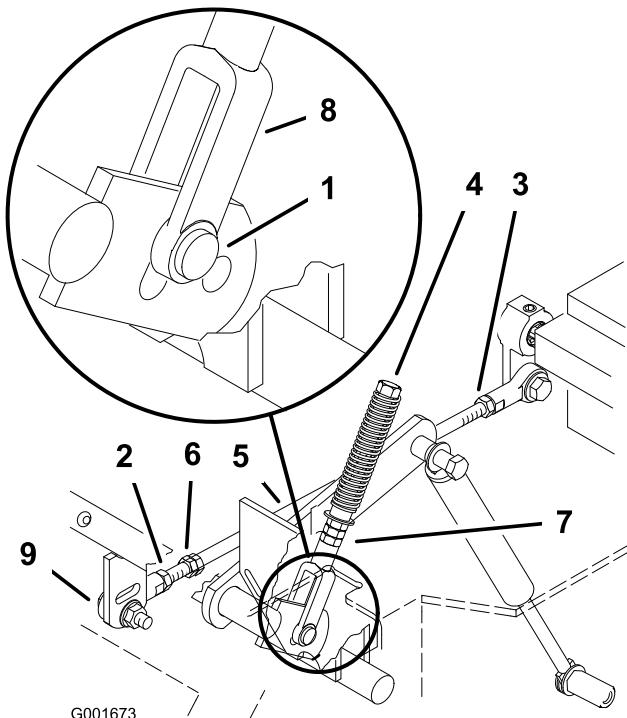

Figura 49
6. Tire hacia atrás de la palanca hasta que el pasador (en el brazo debajo del eje pivotante) entre en contacto con el extremo de la ranura (empezando justo a tensar el muelle) (Figura 49).
8. Si es necesario un ajuste, afloje la tuerca y la contratuerca contra la horquilla (Figura 49).
10. Apriete la tuerca y la contratuerca (Figura 49).